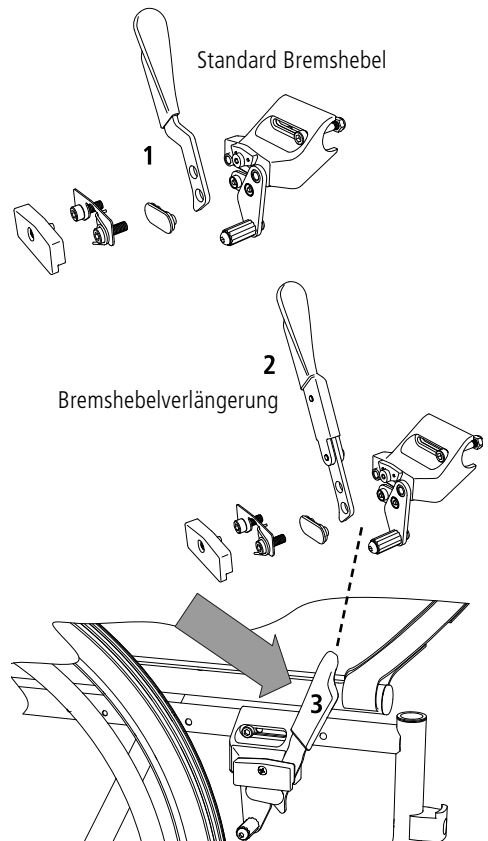

Abb.51
Die Bremshebelverlängerung dient der einfacheren Kraftübertragung auf die Bremse. (Abb. 51)
1. Demontieren Sie den Standard Bremshebel komplett, wie in der Abbildung dargestellt. (1, Abb. 51)
2. Montieren Sie nun die Bremshebelverlängerung (2, Abb. 51) in umgekehrter Reihenfolge am Stuhl.